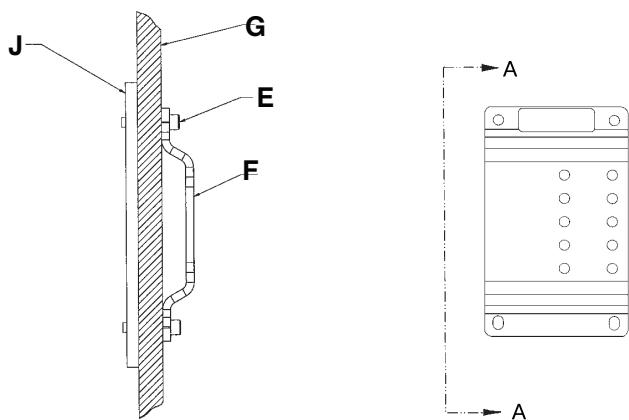
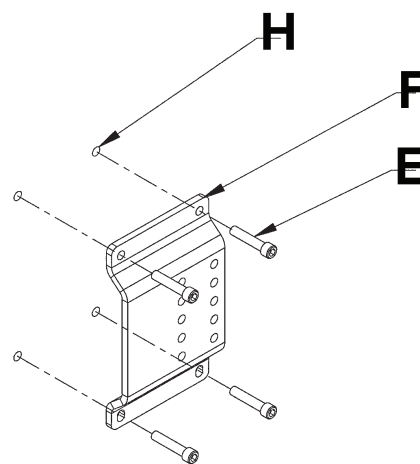

Figure 18 – Support de plaque murale et plaque d'appui en acier
Figure 19 – Support de plaque murale et points de repère
6. À l'aide de quatre vis d'assemblage à six pans creux de 5/16 po de diamètre (E) (non fournies), ancrer la plaque murale (F) à travers les trous de 11/32 po de diamètre (G) au mur (H) (Figure 18 et Figure 19).
Remarque - Une plaque d'appui en acier (ou équivalent) (J) (non fournie) est requise pour un soutien supplémentaire (Figure 18).